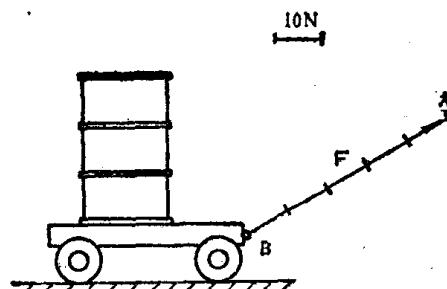

图1—2 力的表示
**2. 力的表示** 力对物体的作用效应不但取决于它的大小,还取决于它的方向。这种既有大小,又有方向的量称为矢量(或向量),用带有箭头的有向线段表示。用带箭头的有向线段表示力的作用时,这条矢量线称为力的作用线。当力作用线每单位长度代表的力的大小已知时,力作用线的长度即代表了这个力的大小,其箭头表示了力的方向。通常,力的作用线应按实际方向画在物体的受力点上。图1—2是人(未画出)拉小车时力的表示情况,AB线段即力的作用线,表示拉力F的大小(50 N)和方向(向右上方)。本篇中,字母上加横线段表示矢量。